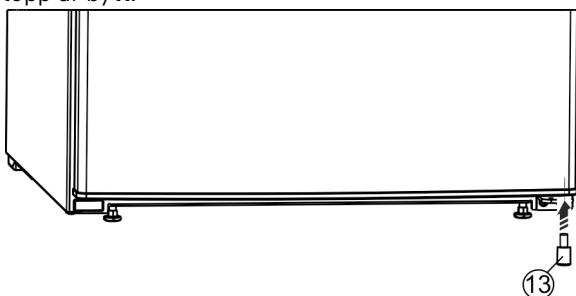

Fig. 26 \*
- ▶ Distansdelen Fig. 26 (13) sätts åter in nere till höger på dörren, eftersom detta är viktigt för skåpets stabilitet.\*